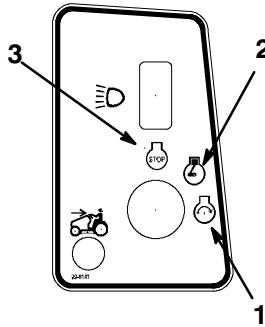

Bild 9
6. Drehen Sie den Zündschlüssel im Uhrzeigersinn und halten ihn auf Start (Bild 9). Lassen Sie den Schlüssel sofort los, wenn der Motor anspringt.
2. Stecken Sie den Zündschlüssel ein (Bild 9).